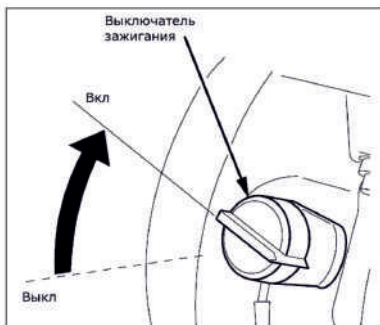

Рис. 9
3. Переведите выключатель зажигания (рис. 9) в положение ON (ВКЛЮЧЕНО)